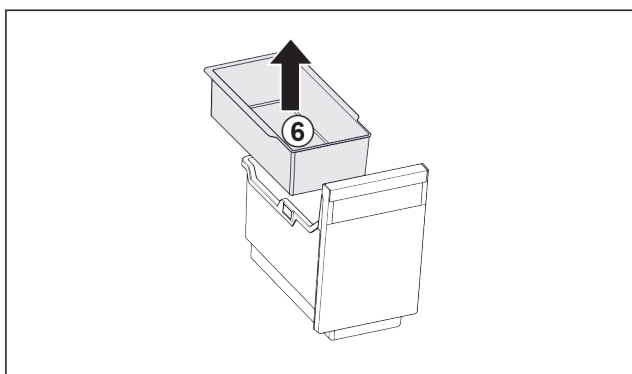

Fig. 85
- ▶ Vzemite ven Fig. 85 (6) obešalno skodelico.